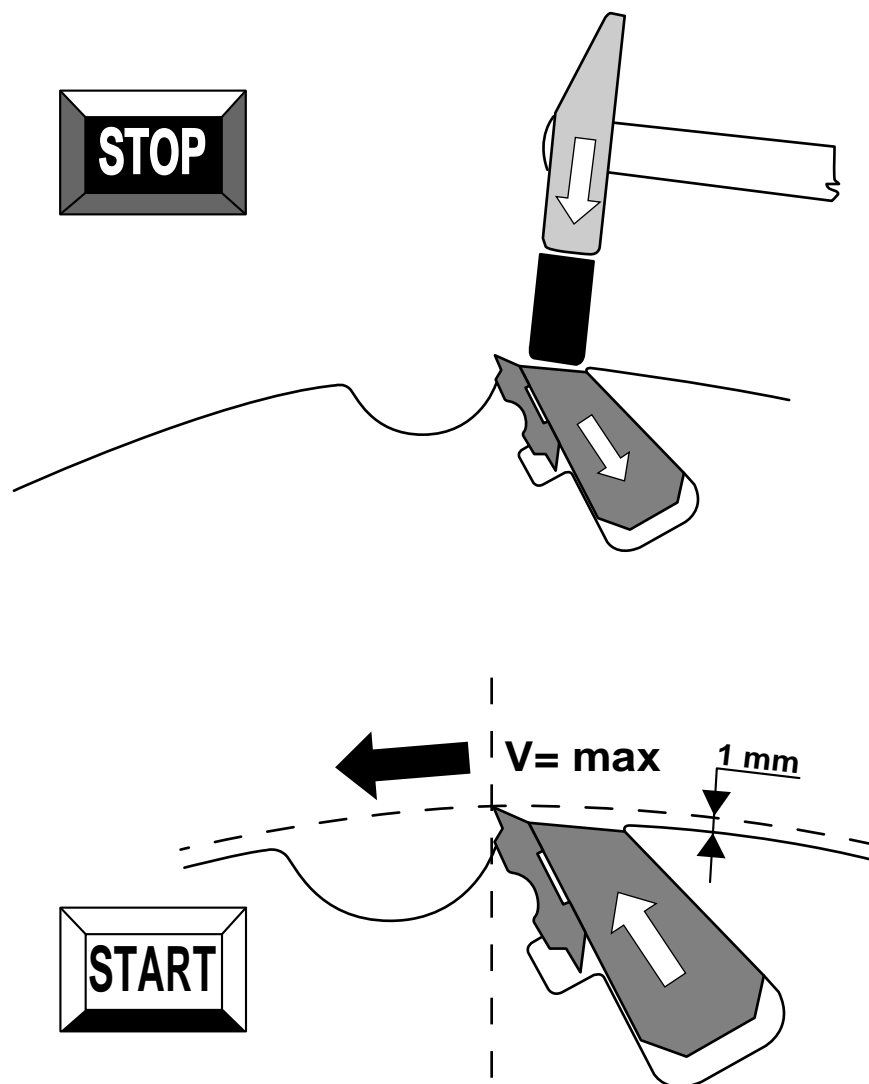

Fig. 3.12
- Sbloccare il controferro (fig.3.12).
- Release the wedge (fig. 3.12).
- Desbloquear el tope de hierro (fig. 3.12).
- Desbloquear o calço (fig. 3.12).